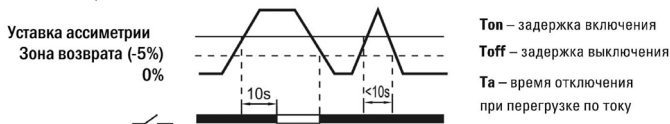

Рис. 5 – Контроль асимметрии фаз
4.3. Контроль асимметрии фаз (рис. 5).